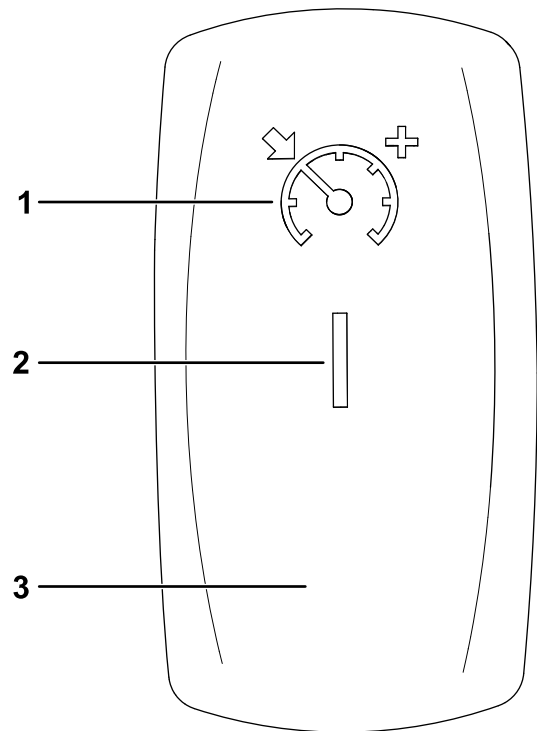

Figura 71
1. Mueva el interruptor de control de crucero a la posición de CONECTADO (Figura 71).
2. Al llegar a la velocidad deseada, pulse el interruptor del control de crucero hacia arriba para accionar/ajustar el control de crucero (Figura 71).
Para aumentar la velocidad de crucero, pulse el interruptor hacia arriba hasta que llegue a la velocidad deseada (Figura 71).
Para desengranar el control de crucero, pulse el interruptor hacia abajo, a la posición DESCONECTADO (Figura 71).